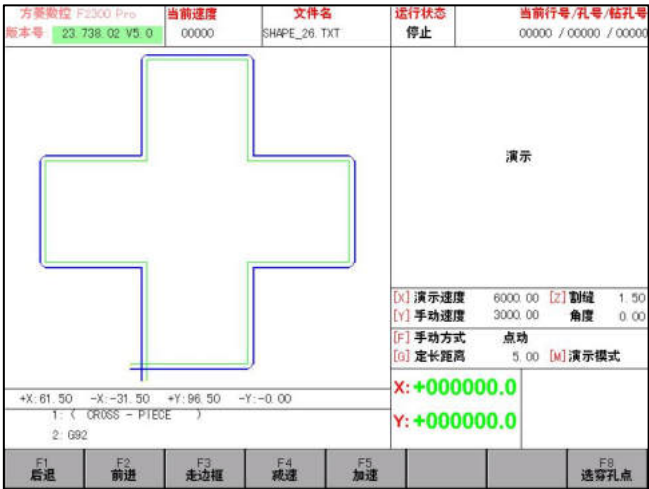

图 3.17 非等离子及氧燃气切割界面
3. 在非等离子及氧燃气的切割界面下，不显示任何统计参数，如图 3.17 所示。